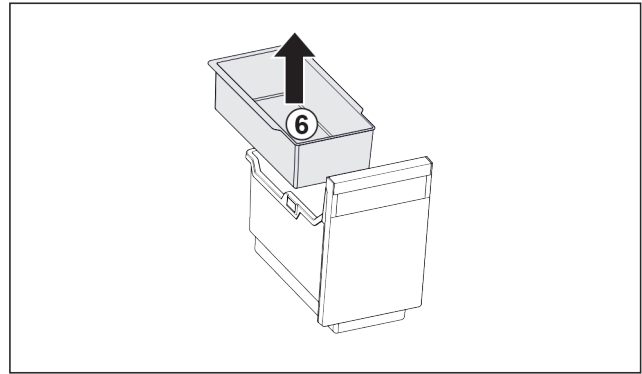

Fig. 35
- ▶ Rimuovere la vaschetta da agganciare Fig. 35 (6).